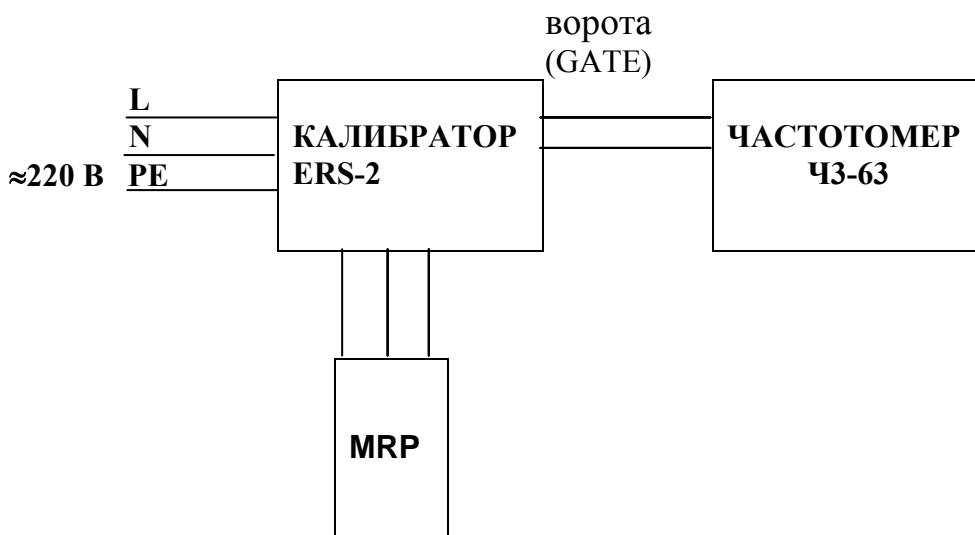

Рис. 10.7.3.1
10.7.3.1.1 Определение погрешности измерения времени отключения УЗО проводят методом прямых измерений с использованием схемы, представленной на рис. 10.7.3.1, со следующими параметрами для приборов MRP/MIE/MPI: